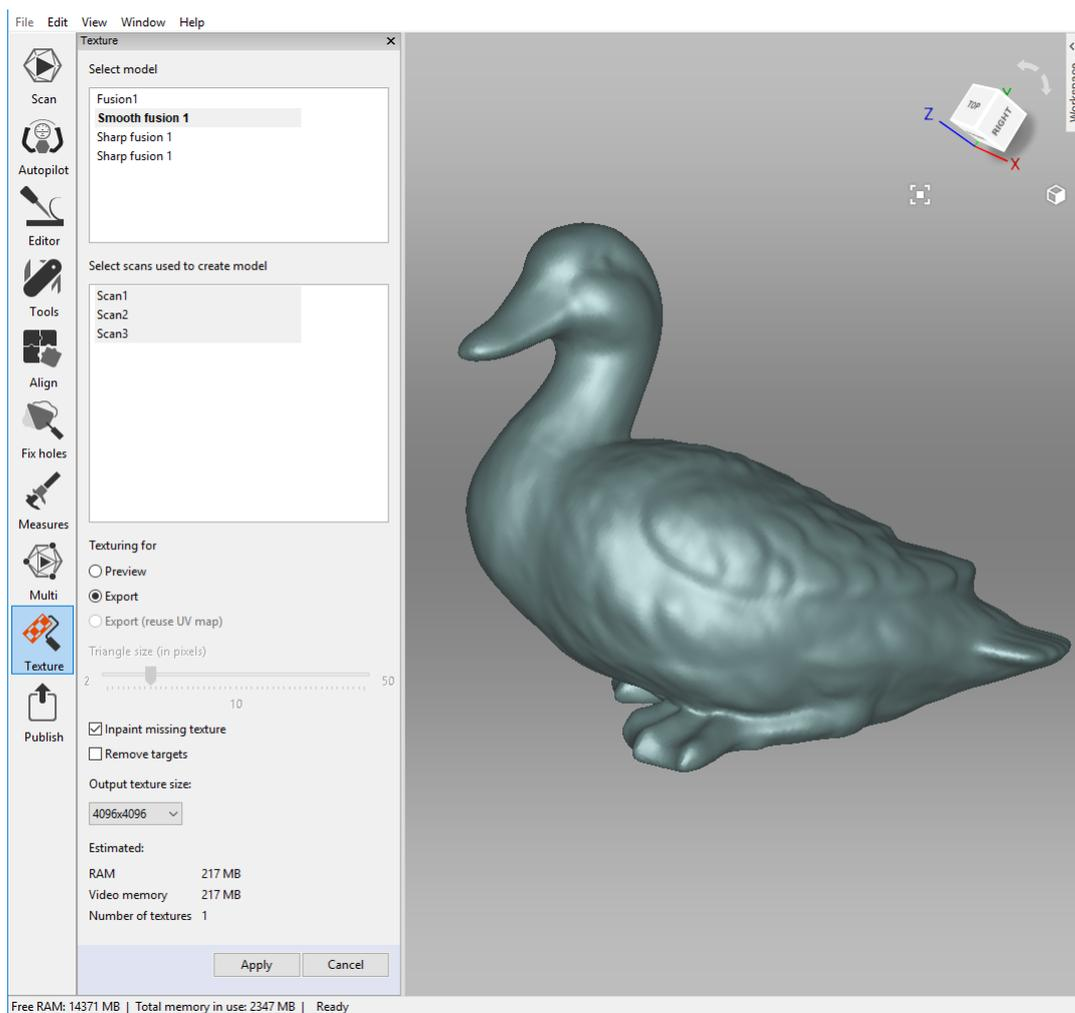

Abbildung 95: Eine Methode zur Texturübertragung auswählen und deren Parameter anpassen.
2. Aus der ersten Liste ein Modell auswählen (siehe Abb. 95); auf dieses Modell wendet Artec Studio die Texturen an